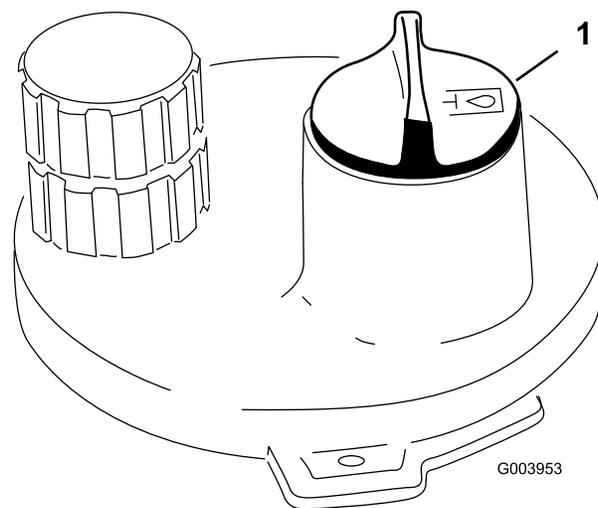

Figura 37
3. Limpie alrededor del cuello de llenado y el tapón del depósito de aceite hidráulico (Figura 37). Retire el tapón del cuello de llenado.